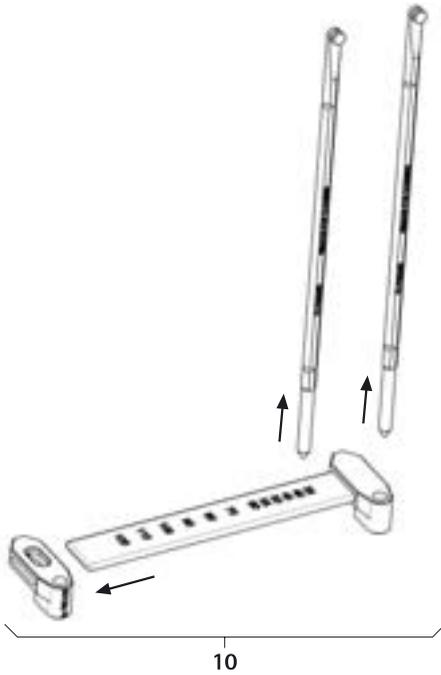

Fig. 5
- Smontare il misuratore lunghezza barre 10, vedere Fig. 5.